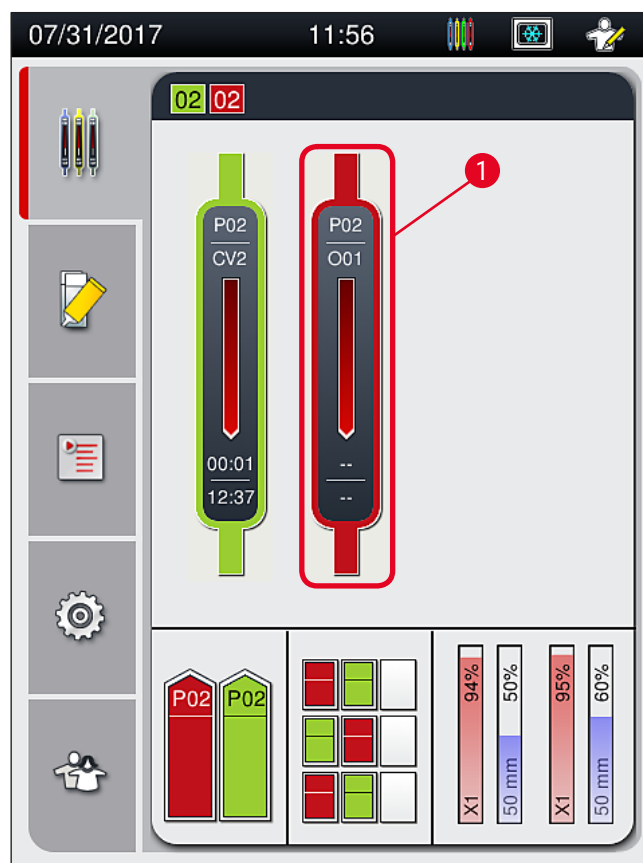
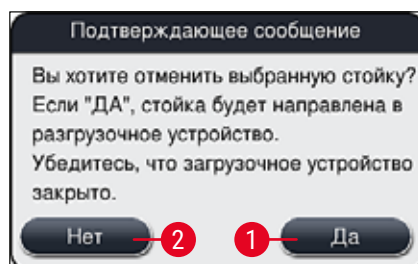

Рис. 78
Рис. 80
- ① Отмена процесса заключения под покрывное стекло возможна только в окне состояния процесса (→ Рис. 78).
При нажатии кнопки **Отм.штатив** (→ Рис. 79-1) на экране появляется информационное сообщение (→ Рис. 80). Нажмите кнопку **Да** (→ Рис. 80-1) для подтверждения отмены или кнопку **Нет** (→ Рис. 80-2) для возвращения в окно состояния процесса (→ Рис. 78).